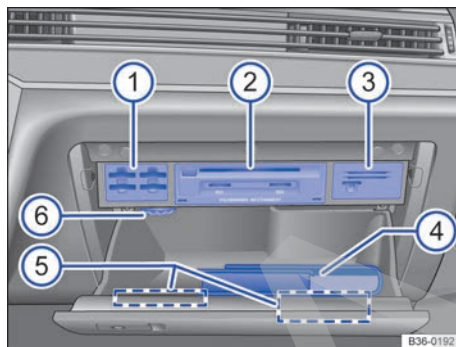

Fig. 212 Guantera abierta.
Leyenda de la **fig. 212**:
En la parte superior y en la tapa de la guantera puede haber unos soportes para tarjetas de memoria, tarjetas de plástico y monedas, así como un alojamiento para un estuche para gafas → **fig. 212**   .
En la parte superior de la guantera puede haber unidades lectoras de medios del sistema de infotainment → **fig. 212**  y lectores de tarjetas → **cuaderno Sistema de infotainment**.
La guantera se ha previsto para guardar la documentación de a bordo → fig. 212 ④. La documentación de a bordo se debería guardar siempre aquí.
En la parte superior de la guantera hay un difusor de aire → fig. 212 ⑥ por el que se puede dirigir aire refrigerado al interior del compartimento, siempre y cuando el climatizador esté conectado. El difusor se abre y se cierra girándolo.